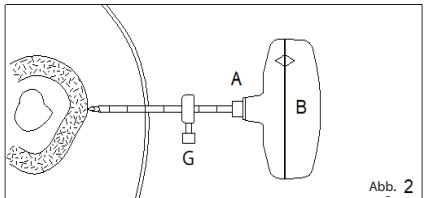

Abb. 2
ABB. 2 Schieben Sie die Tiefenlehre (G) so weit vor bis Kontakt mit der Haut besteht, und zieher Sie sie dann um die gewünschte Tiefe zurück indem Sie sich an den Zentimetermarkierungen auf der Schneidekanüle (A) orientieren, die als visuelle Hilfestellung dienen.